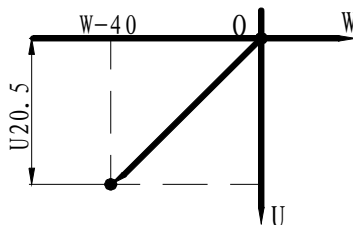

图 4.2-4
表示刀具以每分钟 150 毫米的速度走到 Y-3，从当前位置开始按插补方式走一斜线，终点相对于起点的坐标为 (U20.5, W-40)，即其沿 X 轴方向移动 20.5，沿 Z 轴移动 W-40，运动轨迹见图 4.2-4。
(2) 只有一个坐标值时刀具将沿该方向运动，有两个坐标值时，刀具将按所给的终点坐标值做直线插补运动，其轨迹为连结起点到终点的一条斜线，见图4.2-4。